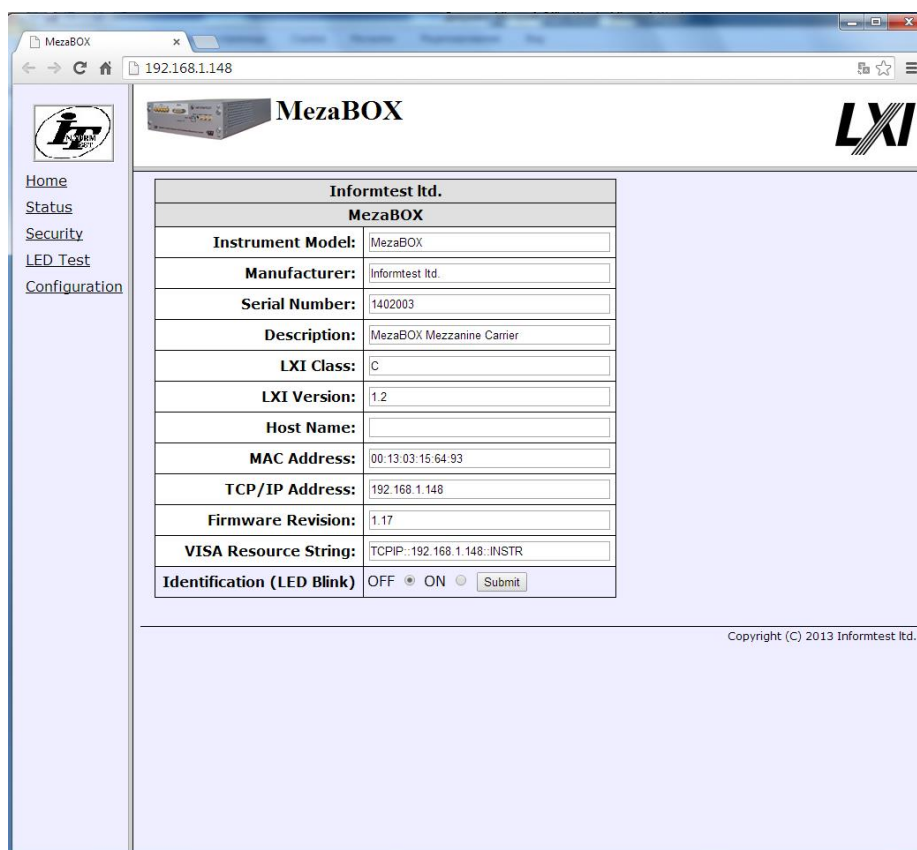

Рисунок 13
1) **Home** – главная страница. На ней можно посмотреть все характеристики изделия (рисунок 13).